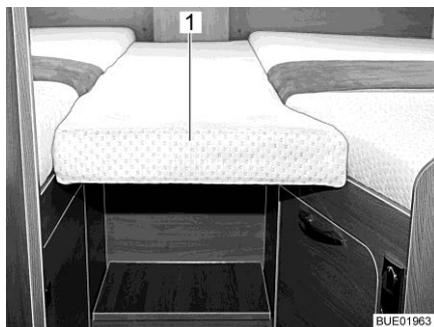
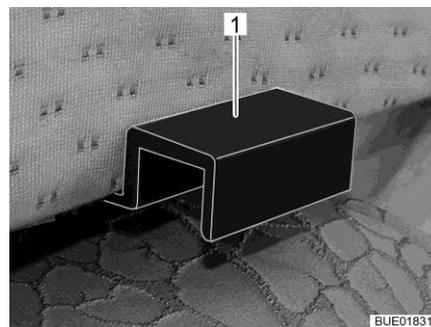

Bild 169 Zusatzpolster
Bild 170 Halterung Zusatzpolster
- Das Zusatzpolster (Bild 169,1) mit den Halterungen (Bild 170,1) so in die Blenden der Einzelbetten einhängen, dass eine geschlossene Liegefläche entsteht.